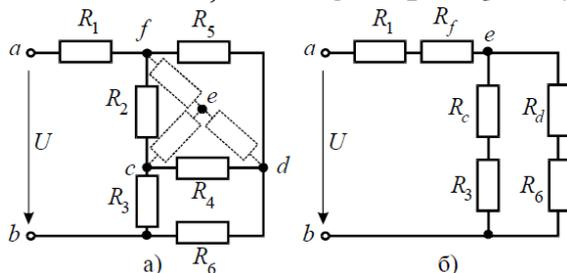

Рисунок 2
**Задача 2. Определить эквивалентное сопротивление** относительно зажимов  $a-b$ , если  $R_1 = R_2 = R_3 = R_4 = R_5 = R_6 = 10 \text{ Ом}$  (рис.2, а).
Преобразуем соединение «треугольник»  $f-d-c$  в эквивалентную «звезду». Определяем величины преобразованных сопротивлений (рис. 2, б):